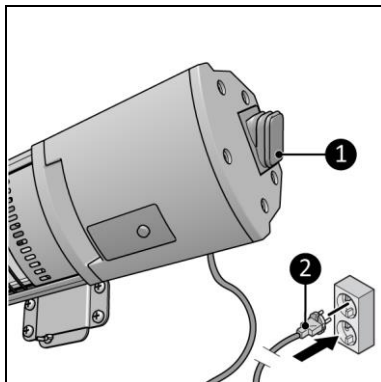

Abbildung 12
2. Stellen Sie sicher, dass sich der EIN / AUS-Schalter in der AUS-Position befindet (Abbildung 12, Pos. 1).
3. Stecken Sie den Netzstecker (Abbildung 12, Pos. 2) in eine leicht zugängliche geerdete Steckdose. Verwenden Sie eine geerdete Steckdose mit einer Mindestleistung von 2500 Watt.
1. Stellen Sie sicher, dass sich der EIN / AUS-Schalter in der AUS-Position befindet (Abbildung 12, Pos. 1).
2. Ziehen Sie den Netzstecker aus der Steckdose (Abbildung 12, Pos. 2).